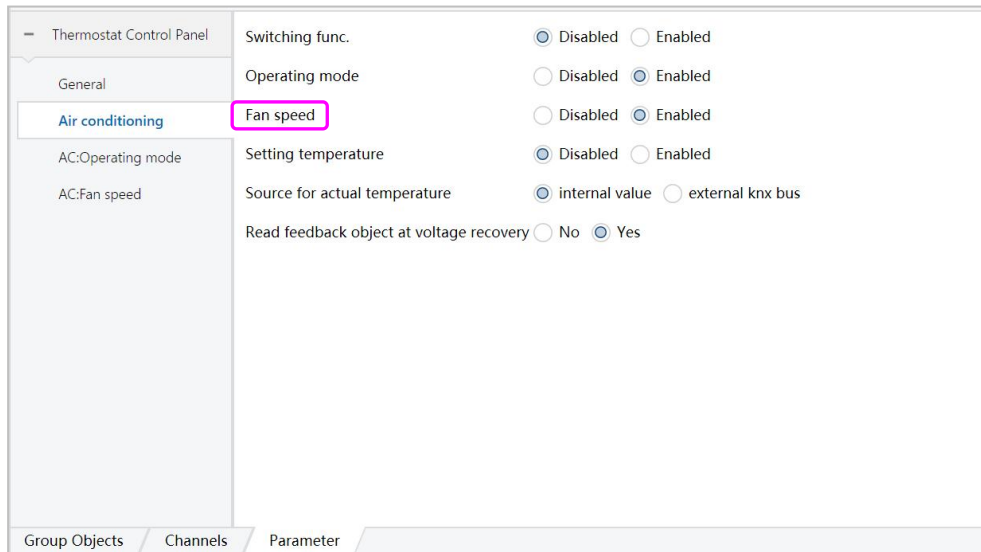

图 6.2.5
3) Fan speed 表示空调风速, 选择 “ Enabled ” ,出现如图 6.2.5 红色方框内的选项